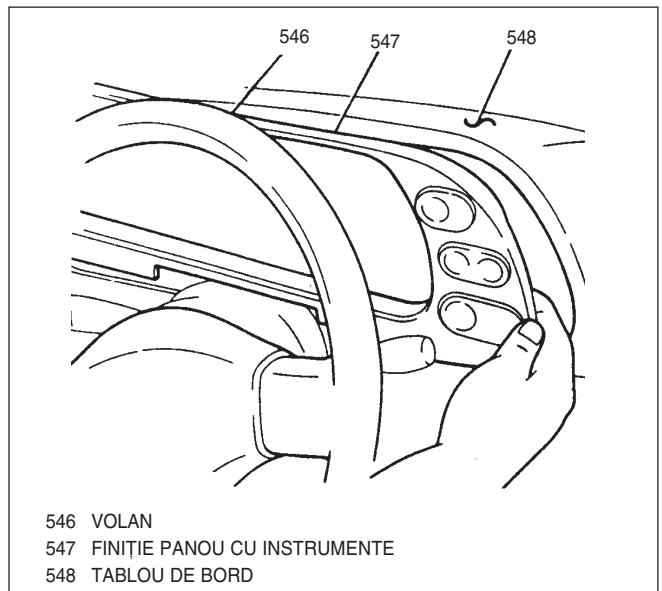

Fig. 38 Demontarea finiiței panoului cu instrumente
4. Finiița panoului cu instrumente, deconectînd conectorii electrici (Fig. 38).